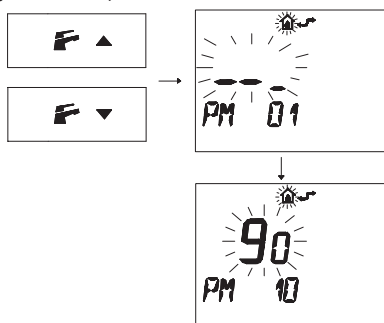

Рисунок 5.104
- Нажмите кнопки **F** ↓ или **F** ↑, чтобы вывести на дисплей код "PM10" для выбора частоты повторного включения (Рисунок 5.104).
Рисунок 5.104 показывает заданное значение **90**, которое соответствует повторному включению приблизительно каждые 3 минуты.